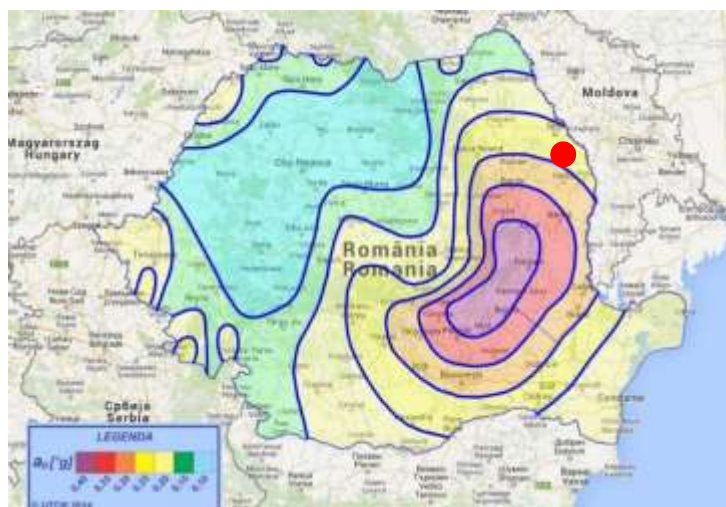
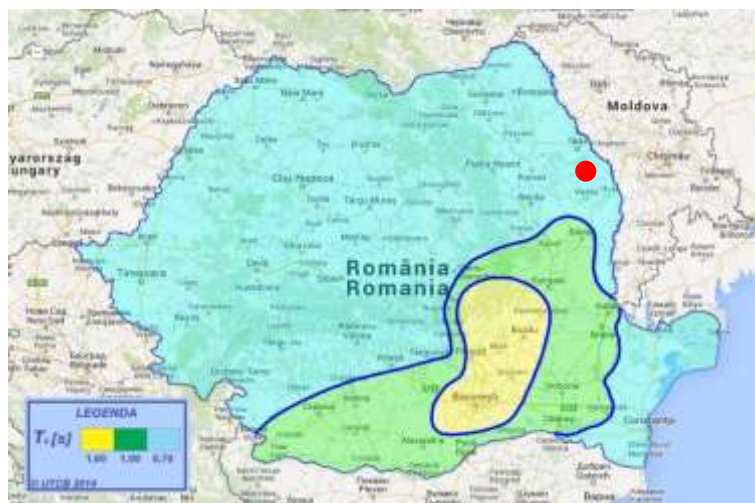

fig. 1. – zona valorilor de vârf ale accelerației terenului pentru proiectare cu IMR=225 ani
fig. 2 – zonarea teritoriului Romaniei in termeni de perioada de control(colt), T_C a spectrului de raspuns
- în zona amplasamentului valoarea de vârf a accelerației terenului pentru proiectare $a_g = 0,20g$ (pentru cutremure având IMR=225 ani - fig. 1), perioada de colț a spectrului de răspuns $T_c = 1,0\text{sec.}$ (fig. 2).